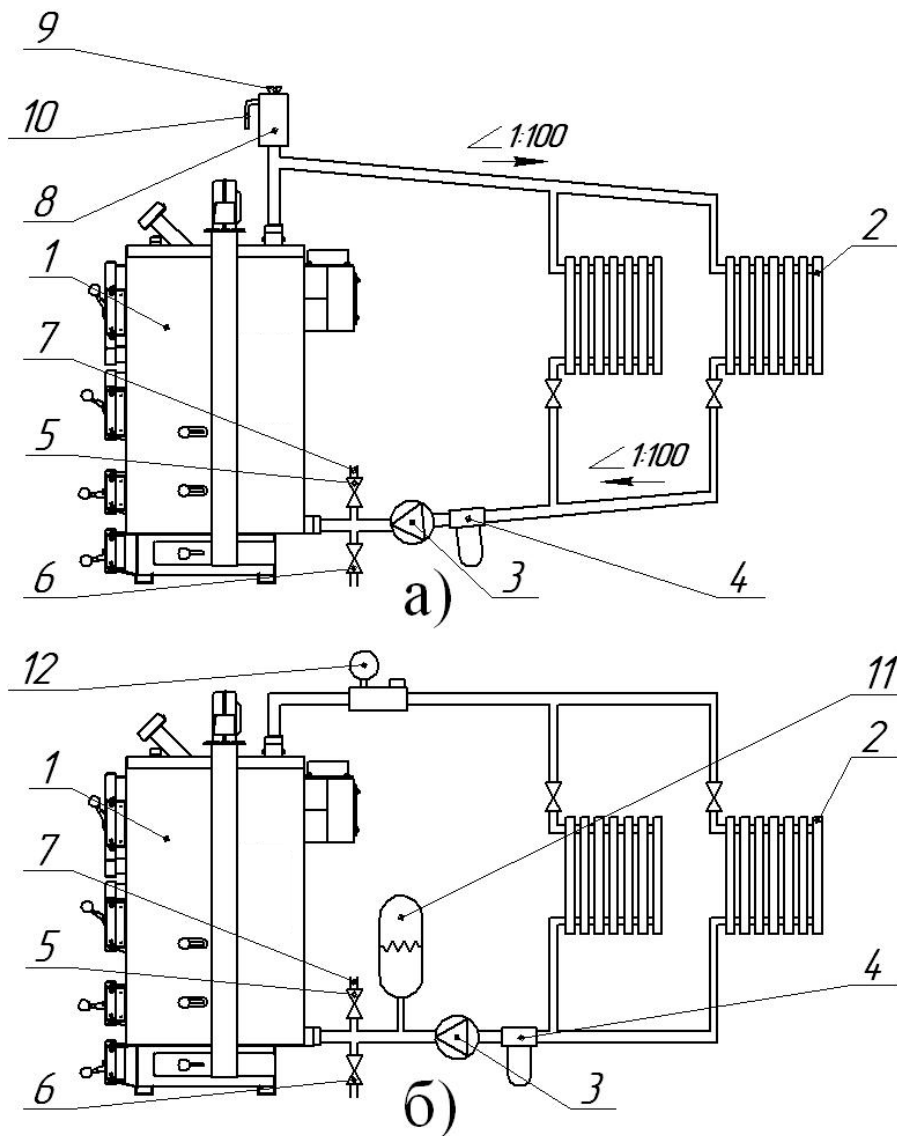

Рисунок 5.
2. Встановити бажану температуру котла використовуючи кнопки «+» «-», рисунок 5.